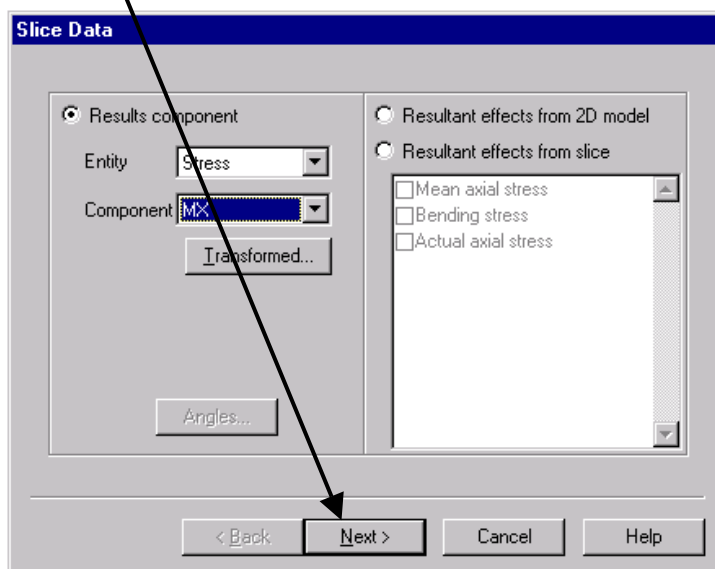

Fig. 61
- în caseta de dialog afișată (fig. 61) selectați tipul de rezultate (**Results component**): momente încovoietoare pe direcția axei X (**Stress, MX**)